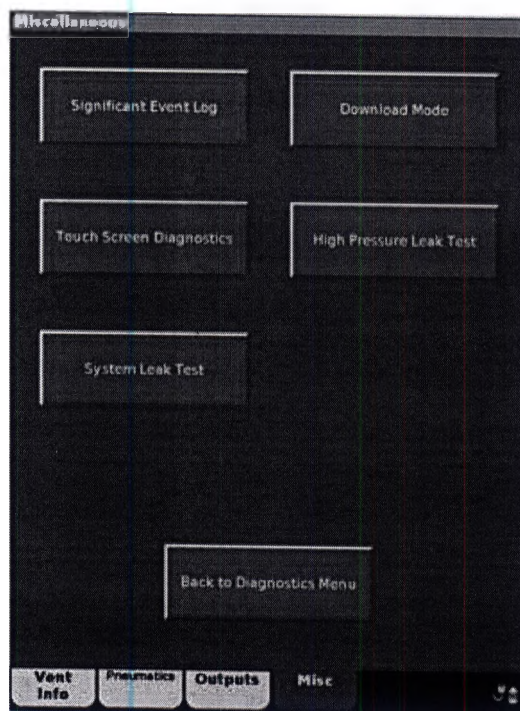

Рис. E-11. Окно *Miscellaneous* (Прочее)
2. Откроется окно **Miscellaneous** (Прочее) (рис. E-11). Выберите кнопку **Significant Event Log** (Журнал значимых событий).